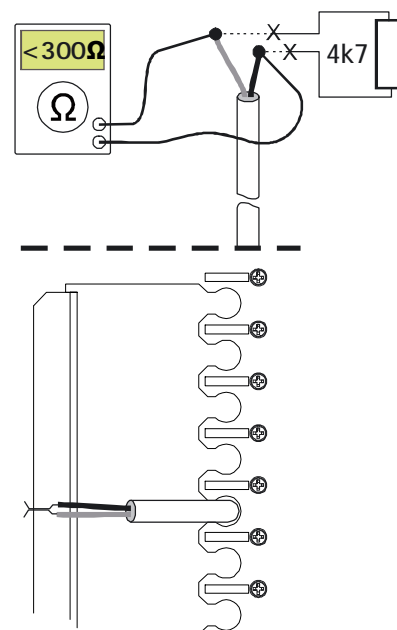

Рис.10
3. На время измерения замкните провода линии устройств сигнализации в пожарной панели (Рис.10).
5. Измерьте омметром сопротивление между проводниками кабеля в последнем устройстве сигнализации или оконечной монтажной коробке в каждой линии устройств сигнализации. Допустимое сопротивление не должно превышать 300 Ом в зависимости от потребления тока устройств сигнализации, подключенных к одной линии (Рис.10). Если сопротивление значительно выше, то в линии обрыв. (Вы не забыли закоротить проводники кабеля в пожарной панели). Найдите обрыв и устраните его.
6. Установите оконечные резисторы на соответствующие им места (последнее устройство сигнализации в линии или оконечная монтажная коробка, подключенная после последнего устройства сигнализации (Рис.10).